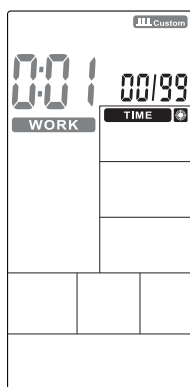

FIGURA 33
- O display de Tempo e a palavra WORK juntamente com 0:01 piscarão, pressione PARA CIMA / PARA BAIXO (TECLAS 10 ou 11) para definir o tempo de treinamento entre 0: 00 ~ 9: 59 (Figura 33). Pressione ENTER (TECLA 19) para confirmar e ir para a próxima configuração.